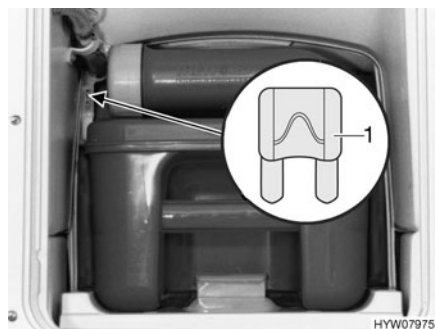
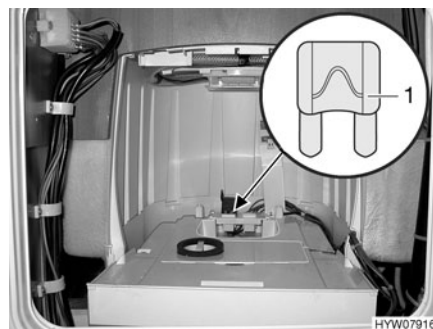

Fig. 148 Fusible des toilettes Thetford
Fig. 149 Fusible des toilettes Thetford (alternative)
- Changer le fusible (Fig. 148,1 ou. Fig. 149,1).